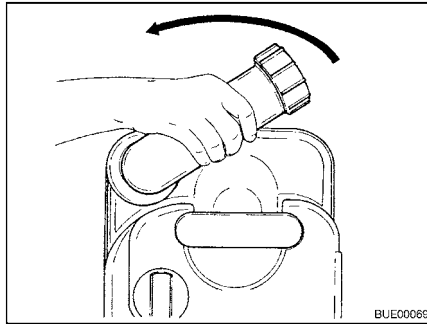

Fig. 279 Ruotare il bocchettone di scarico
- Ruotare il bocchettone di scarico verso l'alto (Fig. 279).